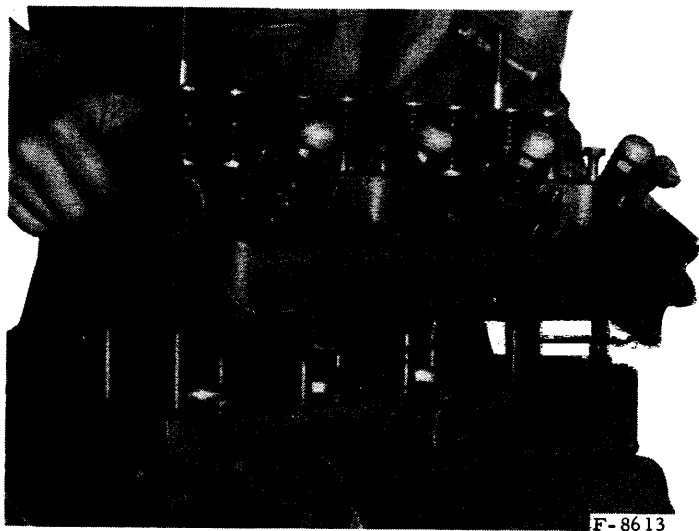

Fig. 4.- Dégagement de la culasse
- Dévissez les écrous de serrage de la culasse et retirez la culasse (fig. 4).